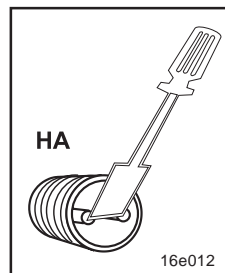

Fig. 4.1
- Pool van de aansluit-bus meermaals met een kleine schroevendraaier overbruggen (zie fig.4.1).